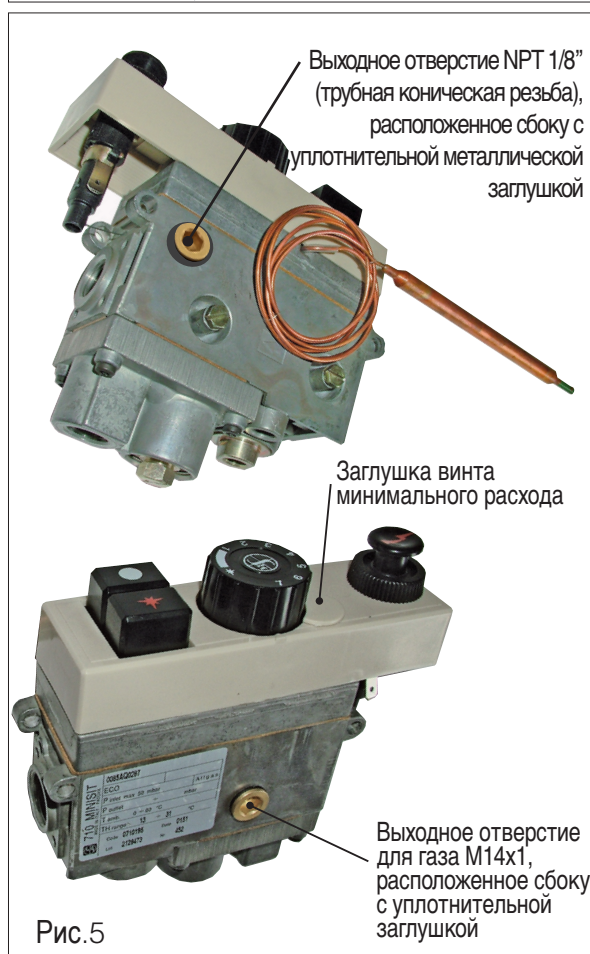
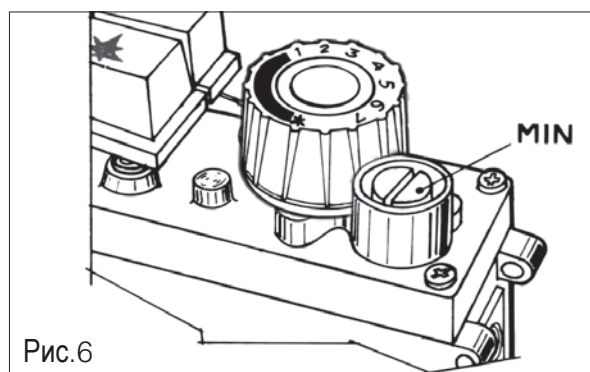

Рис.5
Рис.6
- Некоторые версии клапана 710 MINISIT могут иметь выход газа сбоку (см. рис.5). Выход сбоку или основной выход газа должны быть закрыты уплотнительной заглушкой. Убедитесь что новый многофункциональный регулятор имеет точно такой закрытый выход газа как у исходного многофункционального регулятора.
- Некоторые версии клапана 710 MINISIT могут поставляться без винта настройки минимального расхода газа (рис.6). Установка должна быть выполнена квалифицированным персоналом в чистой среде. Удалите заглушку винта настройки минимального расхода (см. рис.5) с замещающего клапана, используя отвертку с прямым шлицем и, если имеется, пылезащитную наклейку. Извлеките винт настройки минимального расхода газа с исходного клапана и установите на замещающий клапан в том же самом месте. По завершении операции проверьте клапан на герметичность.
Выходное отверстие для газа NPT 1/8" (трубная коническая резьба), расположенное сбоку закрыто металлической уплотнительной заглушкой (см. рис.5). В случае повреждения уплотнения сделайте тест на герметичность.
Некоторые версии клапанов могут поставляться без винта настройки минимального расхода газа. Необходима обязательная установка винта минимальной настройки на его место под крышкой (см. рис.6).